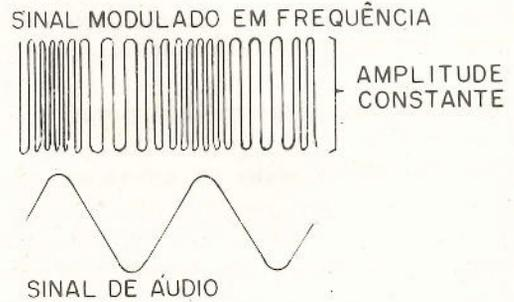

figura 9
A modulação em frequência (FM), caracteriza por se fazer a frequência do sinal a ser emitido, variar no mesmo ritmo que o sinal de som que deve ser levado ao receptor. (figura 9).